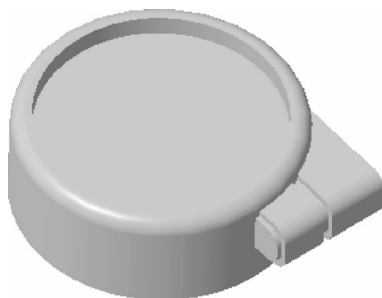

图 17-39 创建倒圆角特征二
STEP 16 单击“完成”按钮, 完成倒圆角特征的创建, 效果如图 17-39 所示。